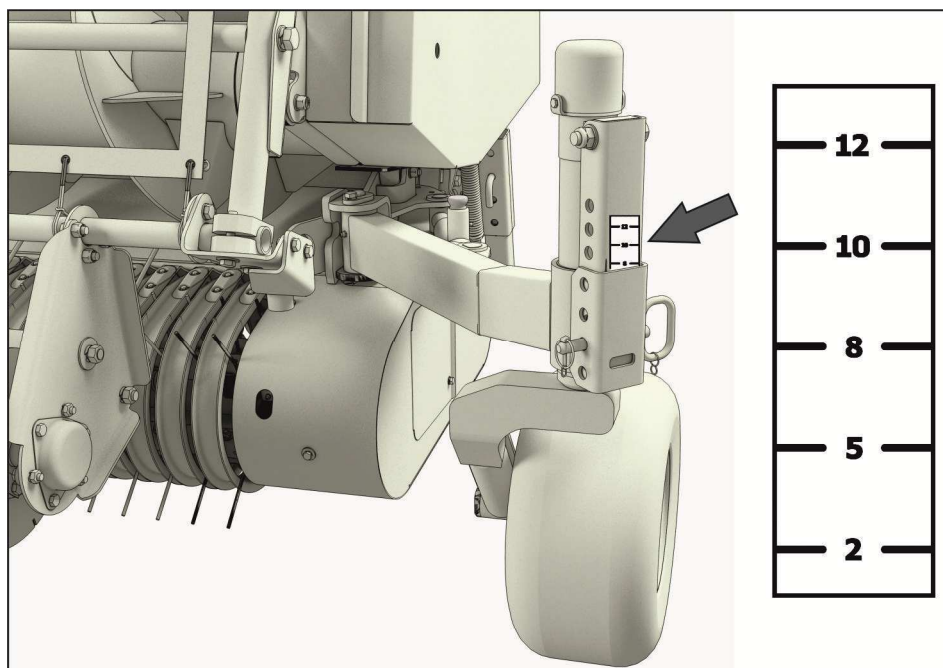

Рисунок 6.3 – Табличка «Высота подбора»
Для ориентира, положение высоты подбора указано на таблице «Высота подбора» (см. рисунок 6.3). **ВАЖНО!** ЗНАЧЕНИЯ НА ТАБЛИЧКЕ МОГУТ ОТЛИЧАТЬСЯ ОТ РЕАЛЬНЫХ, ОНИ ЗАВИСЯТ ОТ РЕЛЬЕФА ПОЛЯ И УКАЗАНЫ УСЛОВНО. Регулировку расстояния от концов подбирающих пальцев до поверхности земли смотреть в п.6.2.2.
- 2) чтобы исключить упирание шин колеса в крайний пружинный палец нормализатора, необходимо установить высоту подбора 55 мм в положение «5» или большее значение (см.рисунок 6.3);